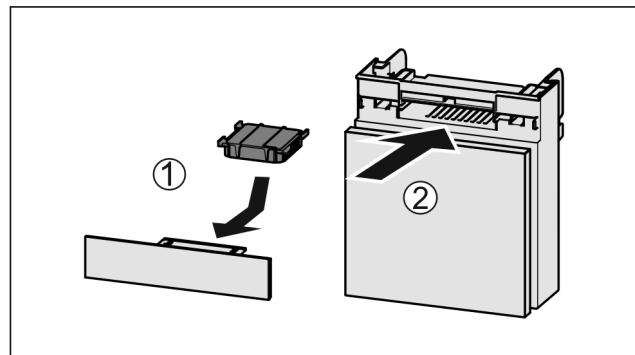

Fig. 137
- Установите фильтр с активированным углем, как показано на рисунке Fig. 137 (1).
- Вставьте отделение Fig. 137 (2).